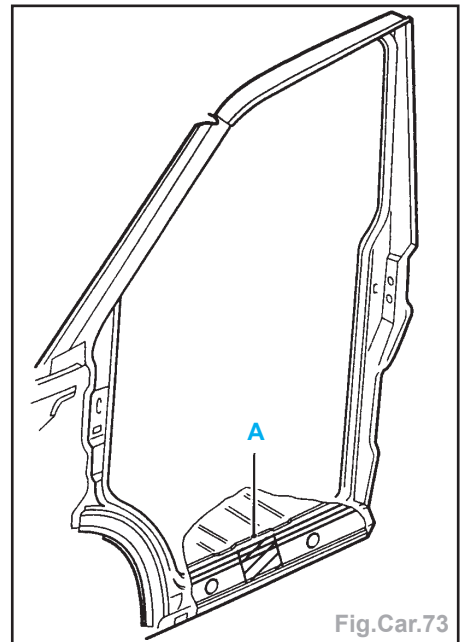

Fig.Car.73
- Coller le marchepied et le seuil de porte autour du trou (A) (Fig.Car.73).
- Remplir de mousse le corps creux à travers le trou (A).